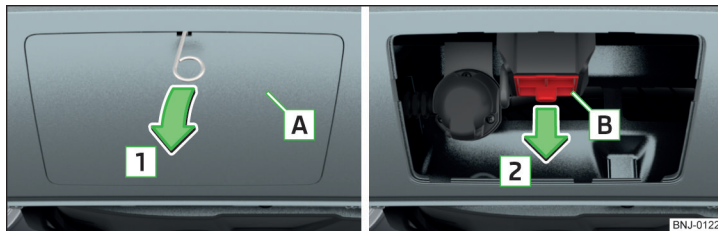

Abb. 154 Abdeckkappe abnehmen: am hinteren Stoßfänger / für den Aufnahmeschacht
- › Die Abdeckkappe **A** » Abb. 154 in Pfeilrichtung **1** mithilfe des zum Bordwerkzeug gehörenden Bügels zum Abziehen der Radvollblenden » Seite 173 abnehmen.
Die Kappen **A** und **B** » Abb. 154 nach dem Abnehmen an einer geeigneten Stelle im Gepäckraum aufbewahren.
- Die Abdeckkappe **B** » Abb. 154 auf Seite 133 entgegen der Pfeilrichtung **2** einsetzen.
- Die Abdeckkappe **A** » Abb. 154 auf Seite 133 an die „Häkchen“ im unteren Stoßfängerbereich ansetzen.